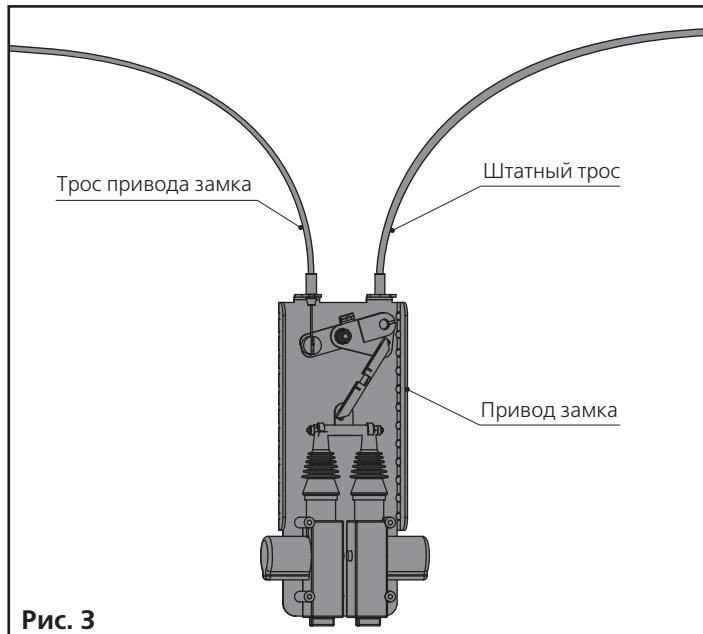

Рис. 3
4. Штатный трос открывания замка установите на привод замка (рис.3).